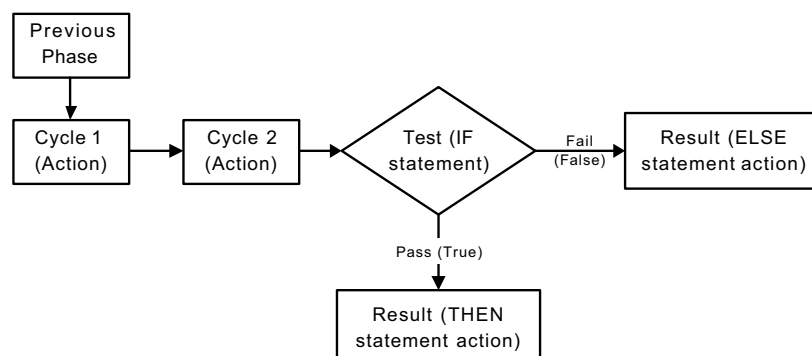

Figure 10 : Processus d'un programme personnalisé, phases 1 à 5
- Chacune des cinq premières phases comprend deux cycles, un test et les instructions *TRUE* (VRAI) et *FALSE* (FAUX) comme indiqué dans l'ordinogramme de la Figure 10.